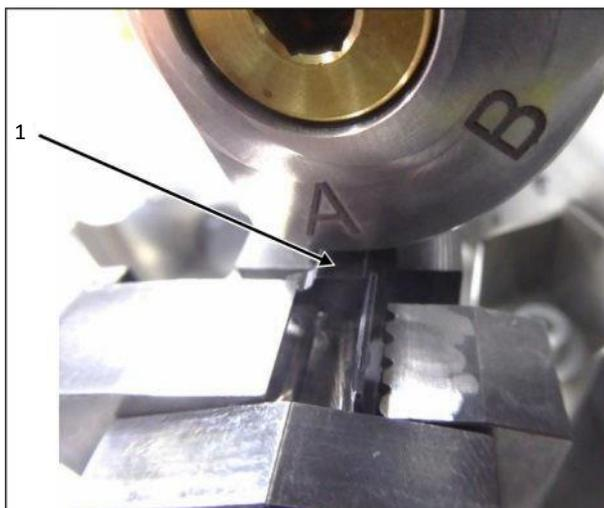

Fig. 18: Supporto puntalini
- Tirare in avanti il supporto puntalini (fig. 18, pos. 1).